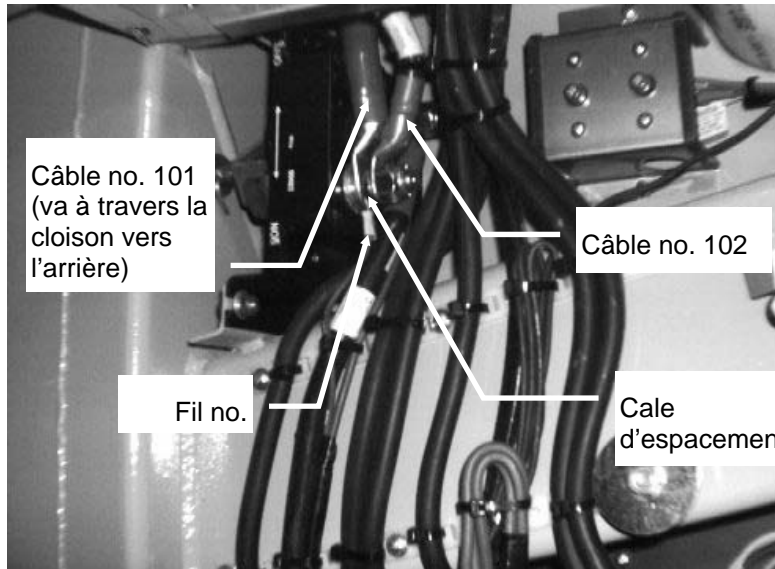

FIGURE 4
4. Dans le compartiment batteries, enlever l'écrou, la cale d'espacement, le câble no. 101, le câble no. 102 et le fil no. 108 de l'interrupteur principal (Fig. 4).
12. Passer le câble de la borne de démarrage-secours jusqu'à l'interrupteur principal dans le compartiment à batteries (Fig. 4).
13. Enlever l'écrou, le câble no. 102, la cale d'espacement et le fil no. 108 de l'interrupteur principal (Fig. 4).
14. Réinstaller dans l'ordre suivant: le câble no. 101, le fil no. 108, la cale d'espacement, le câble no. 102 et l'écrou (Fig. 4).